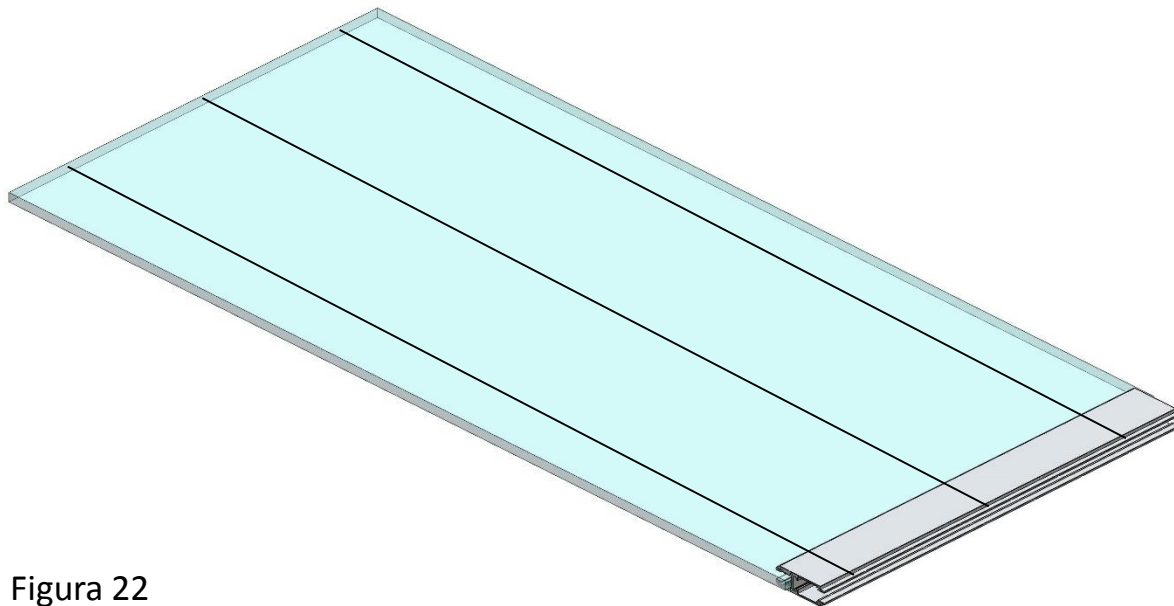

Figura 22
- Realizar la comprobación de la altura del panel en varios puntos del sistema, Y comprobar que la medida es igual en cada punto, para asegurar que el cristal se ha introducido totalmente en el perfil (Figura 22).